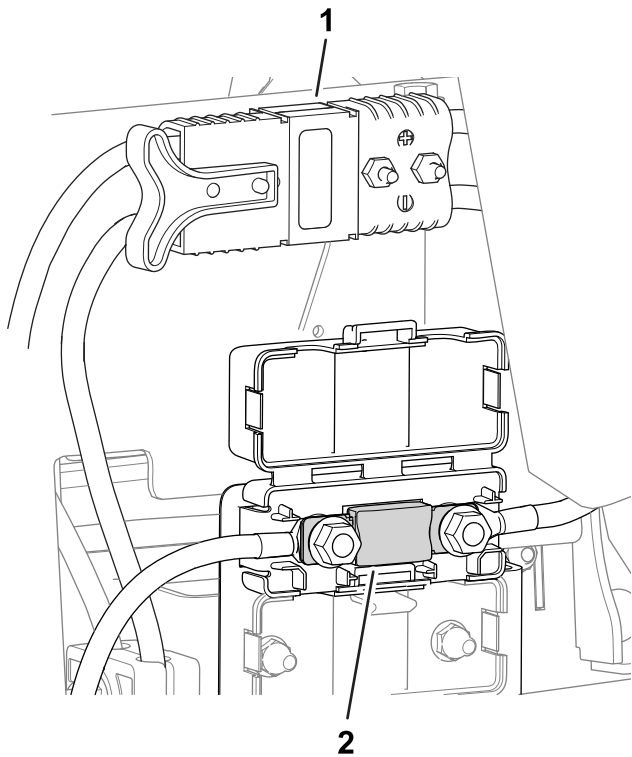

Figura 46
- Sigurana pentru sistemul electric se află sub conectorii de alimentare electrică (Figura 46).